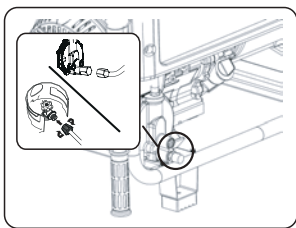

Fig 8
- Conecte la manguera de propano a la boquilla de admisión del regulador; Abra la válvula en el tanque de Propano (fig 8)